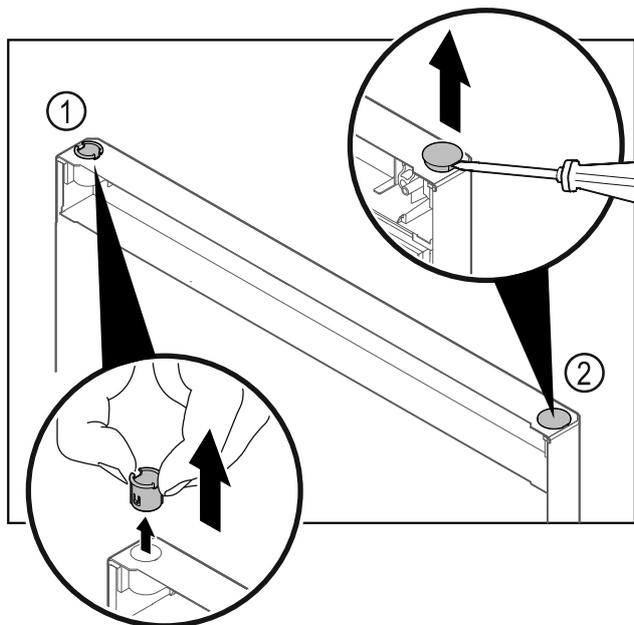

Fig. 34 Gefrierteiltür
- ▶ Scharnierbuchse Fig. 34 (1) mit den Fingern herausziehen.
- ▶ Abdeckstopfen Fig. 34 (2) vorsichtig mit einem Schlitzschraubendreher anheben und herausziehen.